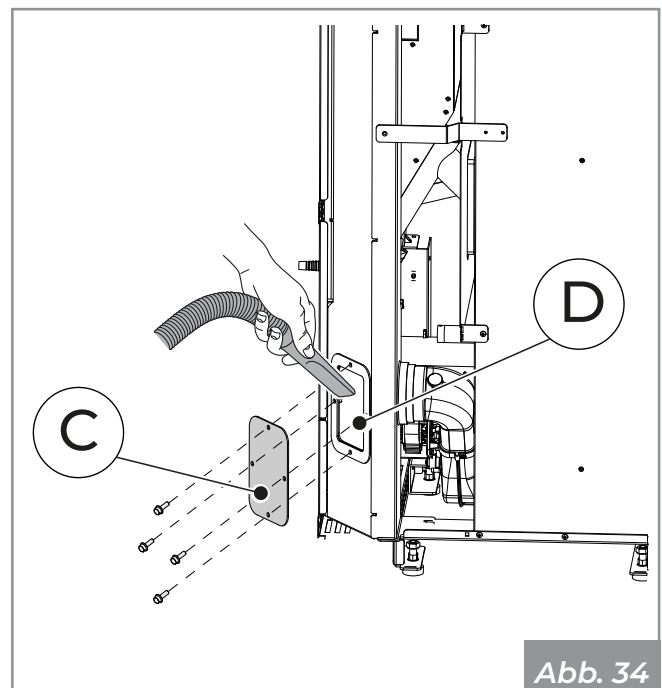

Abb. 34
- Entfernen Sie die Inspektionskappe (**C**) und ihre Dichtung, um Zugang zum Rauchabscheider zu erhalten (**Abb. 34 - D**).